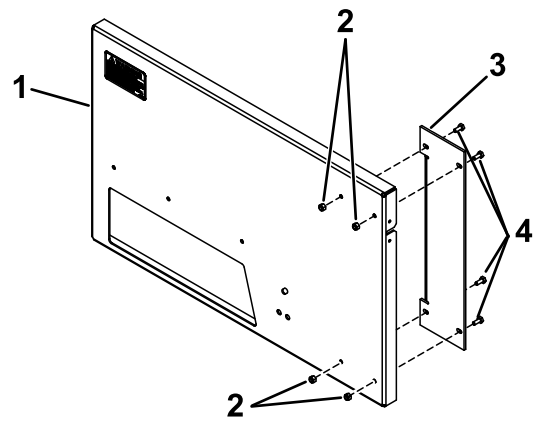

Figura 1
1. Instale el soporte en la chapa trasera usando 4 pernos ($\frac{1}{4}$ " x $\frac{5}{8}$ ") y 4 contratuercas ($\frac{1}{4}$ "); Figura 1.